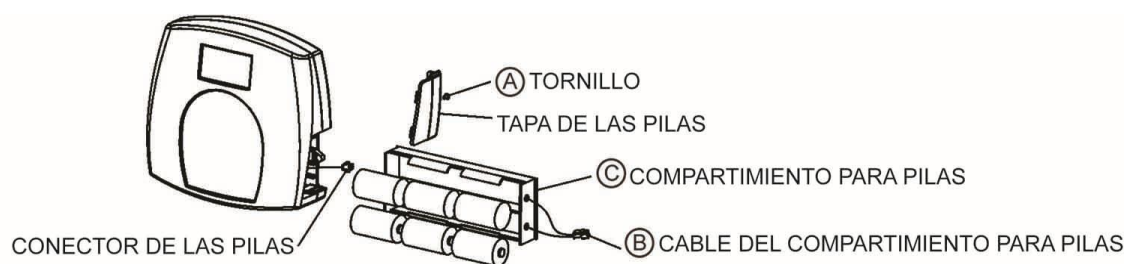

Figura 6 – Pilas
2. Coloque las pilas en el compartimiento para pilas (consulte la sección " Sustitución / Colocación de las Pilas" en la Figura 6, a continuación).
2. Retire la tapa de las pilas (A) de la unidad de visualización; consulte la Figura 6 de la página previa.
3. Desconecte el conector del cable del compartimiento para pilas del conector de las pilas (B).
4. Retire cuidadosamente el compartimiento para pilas por deslizarlo del conjunto de la pantalla (C).
7. Conecte el cable del compartimiento para pilas al conector de las pilas (B).